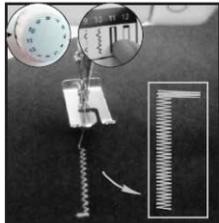

рис.24
- Установите тип шва №11, выберите скорость «L» и прошейте строчку по длинной стороне петли (рис. 24), оставьте иглу в нижнем положении.